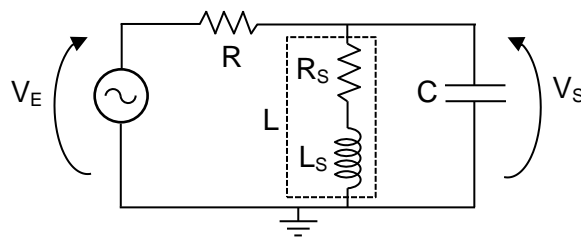

Figura 2- Circuito RLC.
Monte o circuito da Figura 2, com $R = 10 \text{ k}\Omega$ e os componentes L e C fornecidos. Note que R_s e L_s estão representando o modelo do indutor real utilizado na montagem. Programe o gerador de funções para fornecer uma **onda senoidal** com amplitude de **10 Vpp**.
a) Indique o número das expressões da *Introdução Teórica* devem ser usadas para calcular $|G(j\omega)|$ e ϕ a partir dos parâmetros do circuito da Figura 2.